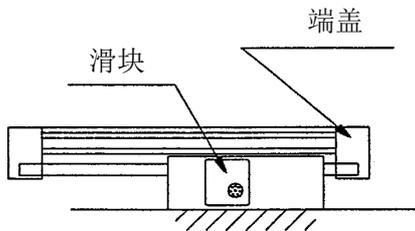

图 1 安装到滑块上(X)
②请通过两端端盖部安装本体。请勿安装在滑块(移动子)上。(参照图 1)